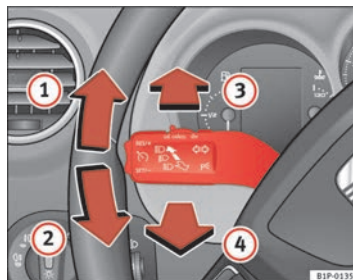

Abb. 77 Blinker und Fernlichthebel
⇒ Seite 124, Abb. 77 ①, um **rechts** zu blinken, bzw. nach unten
②, um **links** zu blinken.
- Drücken Sie den Hebel nach vorne ⇒ Seite 124, Abb. 77 ③, um das Fernlicht einzuschalten.